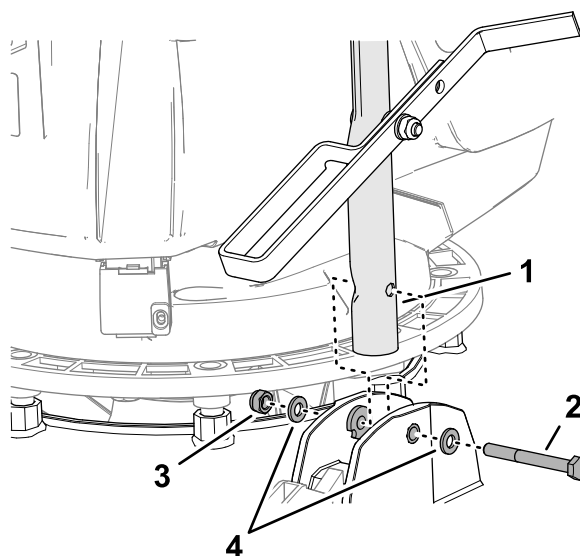

Figura 7
3. Alinhe o furo na pega com os furos nos casquilhos (Figura 7), e fixe a pega à máquina com um parafuso (6 x 55 mm), 2 anilhas (6 mm), e uma porca de bloqueio (6 mm).